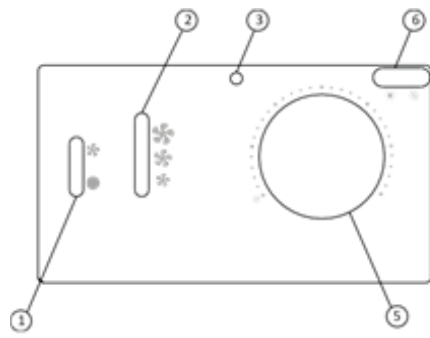

Fig. 1
**WAT FAN COIL CONTROLLER 2T** (Fig.1): Contrôleur électronique pour ventilateur convecteur adapté pour les modèles équipés d'échangeurs de chaleur unique (2-tubes), 3-vitesses pour moteur électrique asynchrone relié au ventilateur, vanne de type ON/OFF, interrupteur manuel été / hiver, autorisation de ventilation sur la base de la température de l'eau (si nécessaire).
## Mode d'emploi et légende (Fig. 1):